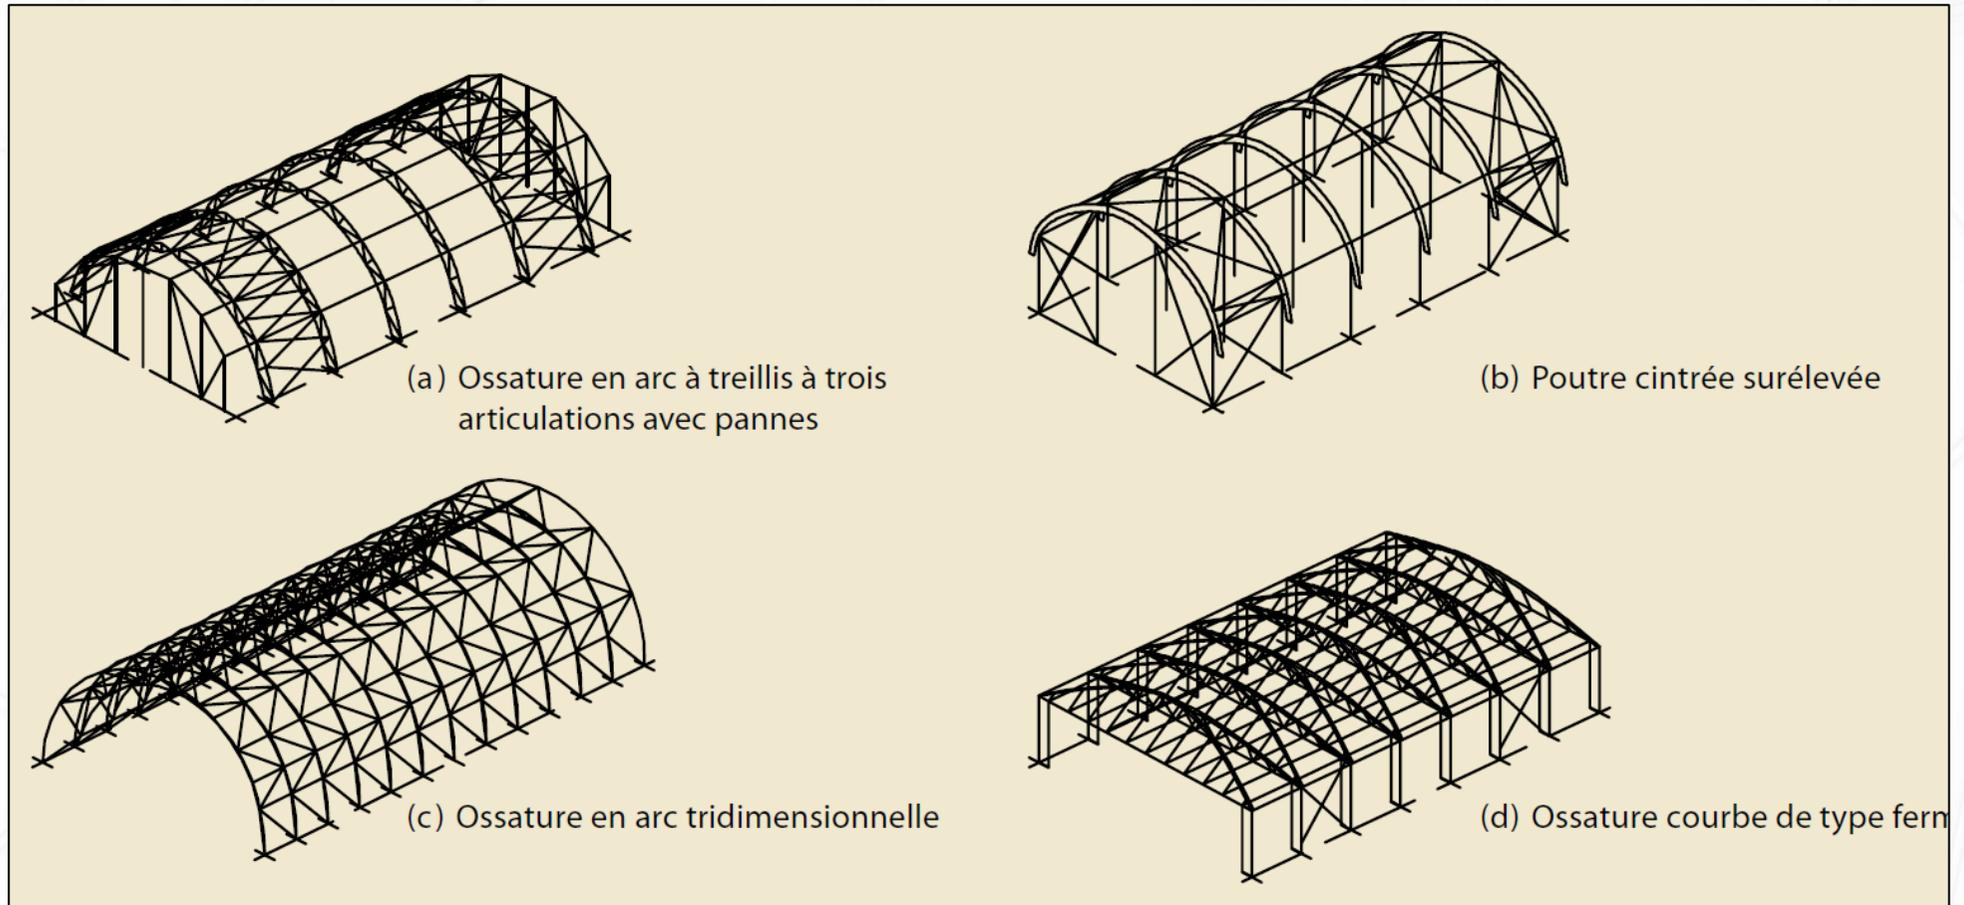

Figure 3 : Exemples de structures cintrées ou à arcs
- ❑ Diverses configurations de portiques peuvent être conçues en utilisant le même concept structural, comme le montre la figure 3.